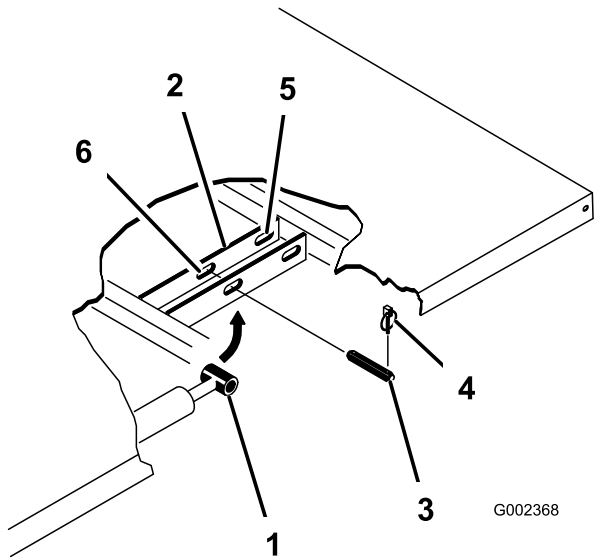

图30
3. 从油缸杆柱销的外端取下保险销图30。
4. 向内推动柱销卸下将油缸杆端固定到货斗安装板上的柱销图30。
5. 卸下将枢轴支架固定到机架槽上的保险销和柱销图30。